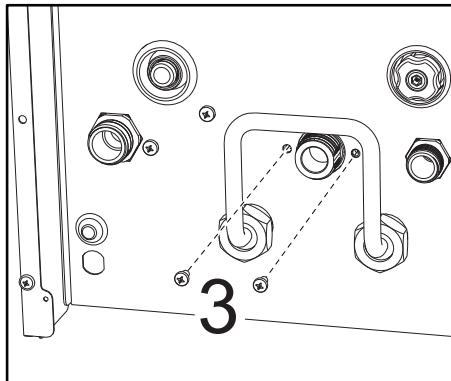

fig. 44
- Undo the screws “3” (fig. 44)